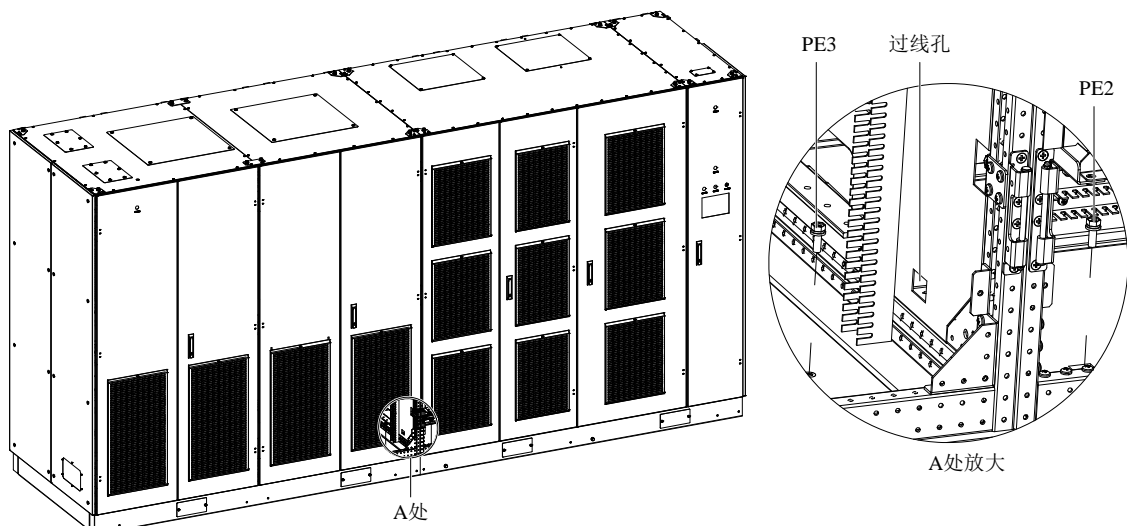

图2-23 连接保护地线
- 2) 将该编织铜线穿过过线孔，将其另一头接在 PE3 上，见图 2-23。